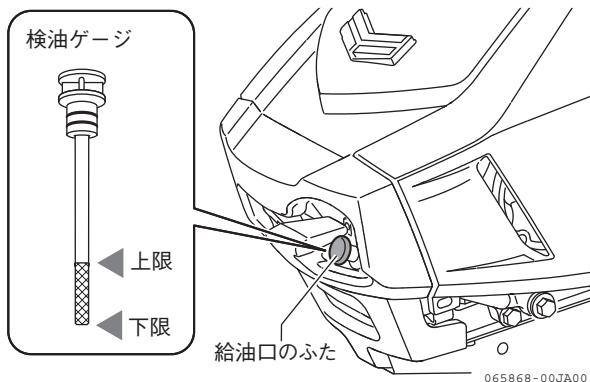

図 4-15 点検のしかた
- 給油口のふたを外して、先端の検油ゲージのエンジンオイルをきれいにふきます。(図 4-15)
- 給油口のふたを給油口に差し込み、もう一度抜き出します。(図 4-15)